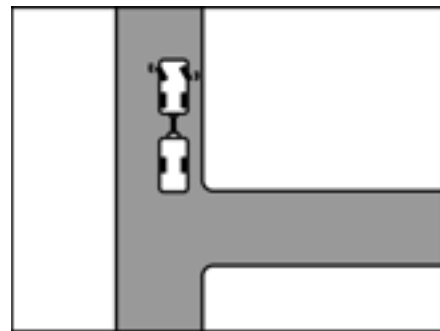

Bild 9 Links einschlagen
- Bei stehendem Gespann nach links einschlagen (Bild 9).